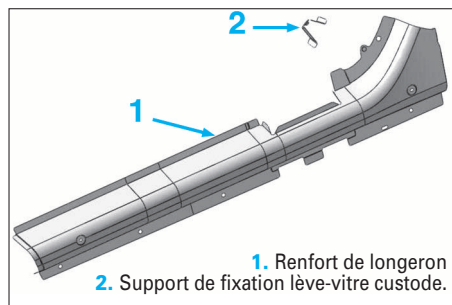

FIG. 71
- Identification des pièces neuves (Fig.71).